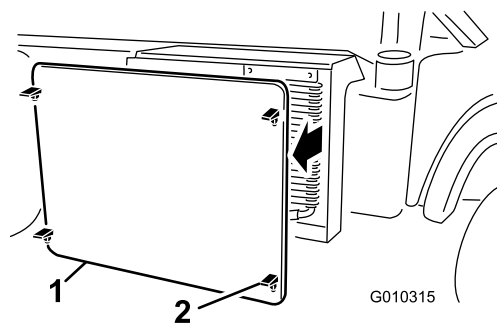

Figura 52
5. Deblocați i scoatei ecranul radiatorului din partea din față a radiatorului (Figura 52).